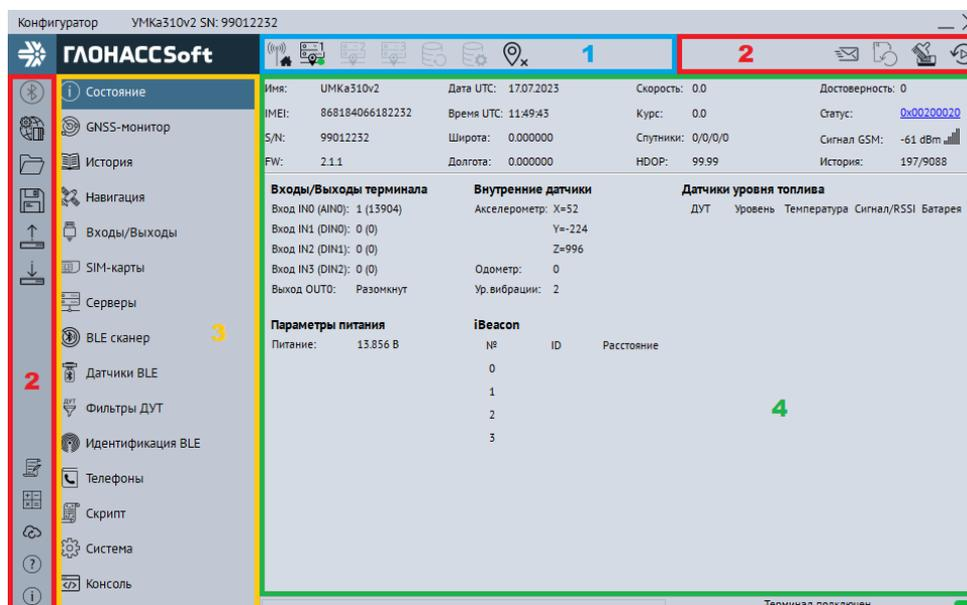

Рисунок 3.9 Стартовое окно «Состояние»
Для запуска приложения, перейдите в «Пуск» → «Все программы» → «Конфигуратор УМКаЗХХ». Откроется стартовое окно конфигуратора (Рисунок 3.9), которое условно можно разделить на четыре зоны: Панель статуса (1), панели инструментов (2), дерево настроек (3) и окно отображения информации (4).
Для просмотра и редактирования настроек терминала воспользуйтесь вкладками настроек (Рисунок 3.9). При нажатии на вкладку в окне отображения информации можно посмотреть соответствующие значения и настройки и отредактировать их.
На вкладке «Состояние» (Рисунок 3.9) отображается общая информация о терминале, состояние входов/выходов терминала, внутренних и внешних датчиков.